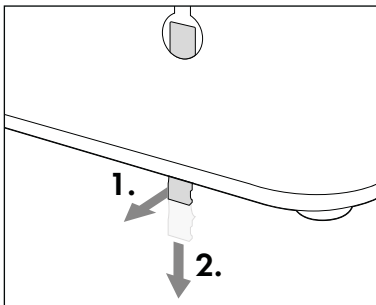

Fig. 1
3. En el orificio para colgar derecho **6** de la parte posterior del aparato, hay un pasador de fijación **7** que evita que el aparato se suelte de los tornillos **8**. Presione el pasador de fijación **7** ligeramente hacia atrás hasta que escuche un chasquido. Tras esto, desplace un poco hacia abajo el pasador de fijación **7** para que salga del orificio para colgar **6** (consulte la fig. 1).